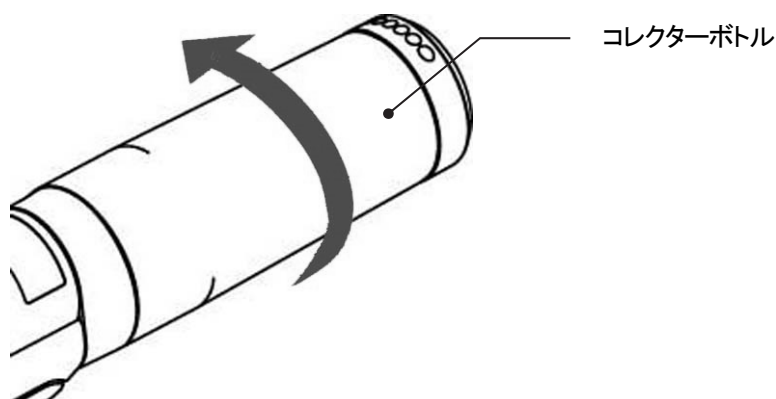

図 4-2
- 3) コレクターボトルが確実に装着されているか確認してください。確実に装着されていない場合は コレクターボトルを右に回し、確実に装着してください。(図 4-2)
(P.8 図 4-2 参照)